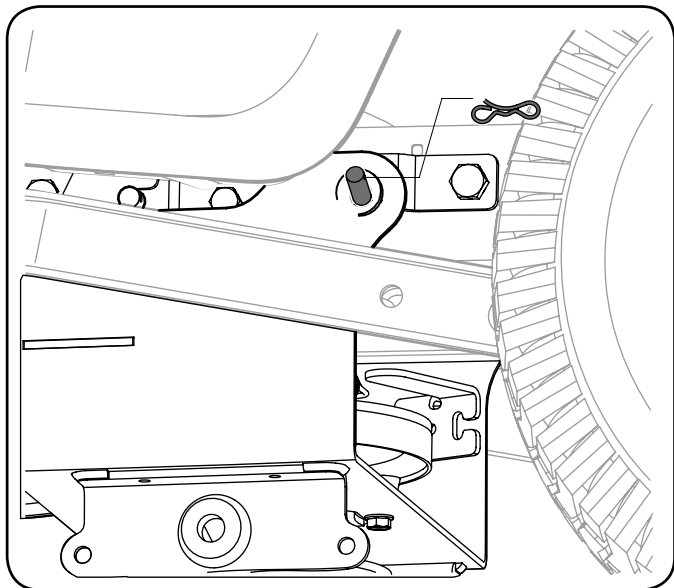

Рисунок 3-8
8. Установите несущую платформу по месту, вставив штифт с головкой изнутри направляющей рамы и зафиксировав его пружинным шплинтом (см. рис. 3-8).